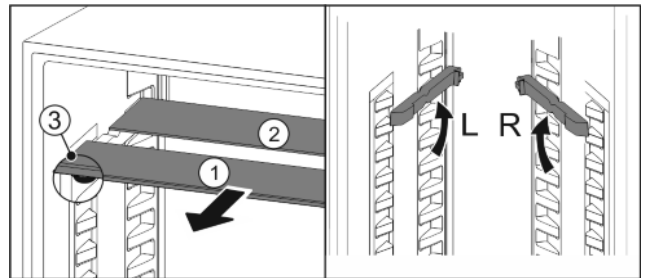

Fig. 18
- Посуньте Fig. 18 (1) скляну панель вперед.
- ▷ Скляна панель Fig. 18 (1) зі стопорами лежить спереду.
- ▷ Стопори показують вниз Fig. 18 (3). Пристрої з морозильною камерою:*